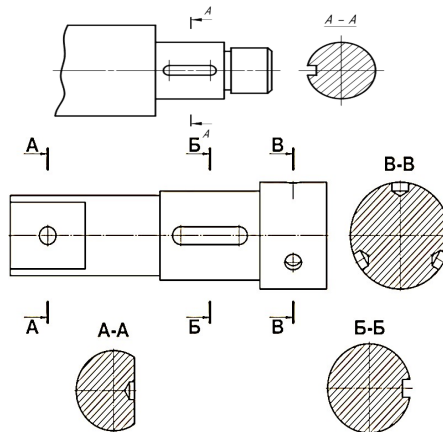

Рисунок 2. Вынесенные сечения с обозначением
На сечении показывается только то, что получается непосредственно в секущей плоскости (рисунок 1). Таким образом, сечение - это воображаемый срез части предмета, образованный пересечением его с плоскостью (рисунок 2). Профиль сечения указывается на чертеже с целью детального отображения геометрических особенностей и размеров отдельного участка детали.
**Вынесенные сечения** являются предпочтительными и их допускается располагать в разрыве между частями одного и того же вида (рисунок 2).